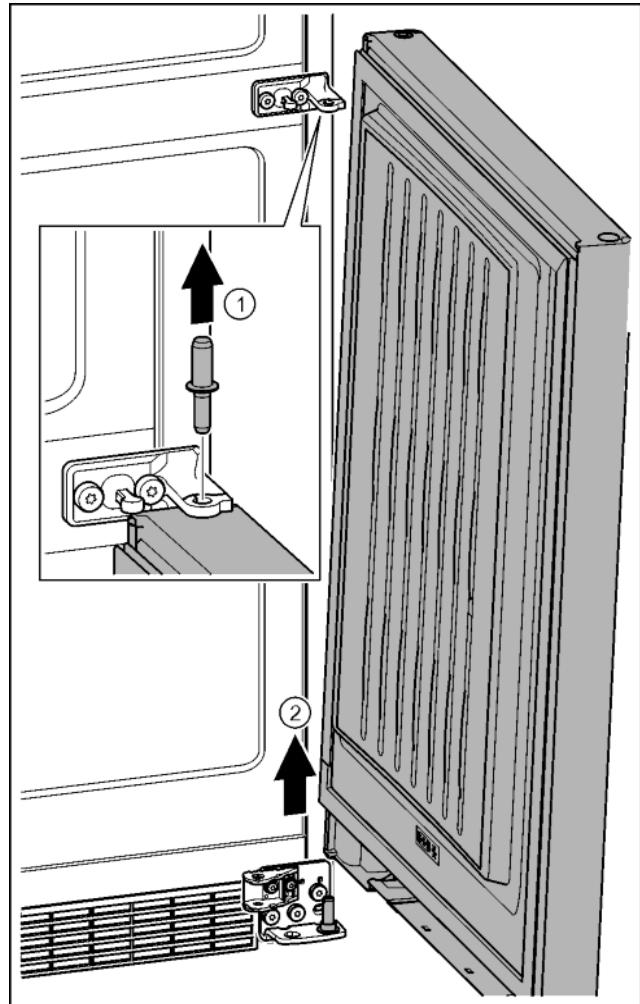

Fig. 23
- Извлечь пальцы движением вверх. Fig. 23 (1)
- Отклонить дверь, приподнять вверх и отставить в сторону. Fig. 23 (2)